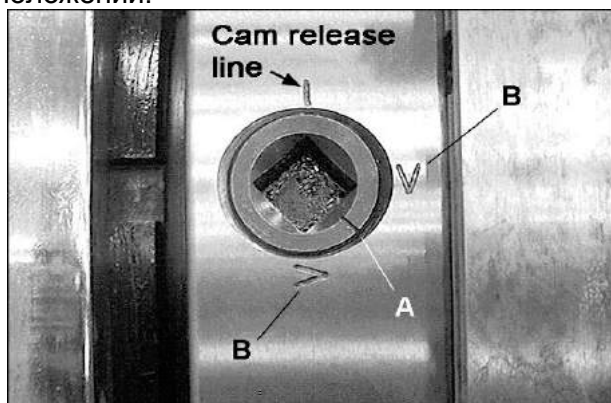

Рис.7
1. Поддерживая патрон, поверните шесть замков на 90° против часовой стрелки, используя ключ из ящика для инструментов. См. Рис.7.
большим усилием замки на 90° по часовой стрелке. Отметка положения (А, Рис.7), при правильной установке, должна быть между двумя индикаторными стрелками (В), показано на Рис.7.